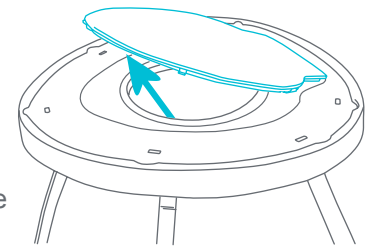

Fig. 4b
- To remove the platform apply pressure from underneath at the pointed side of the platform while holding down the tabletop (Fig. 4b). The platform should release easily.
- Para extraer la plataforma, aplique presión desde abajo hacia el lado que apunta la plataforma mientras sostiene la tapa superior (Fig. 4b). La plataforma debería removerse con facilidad.